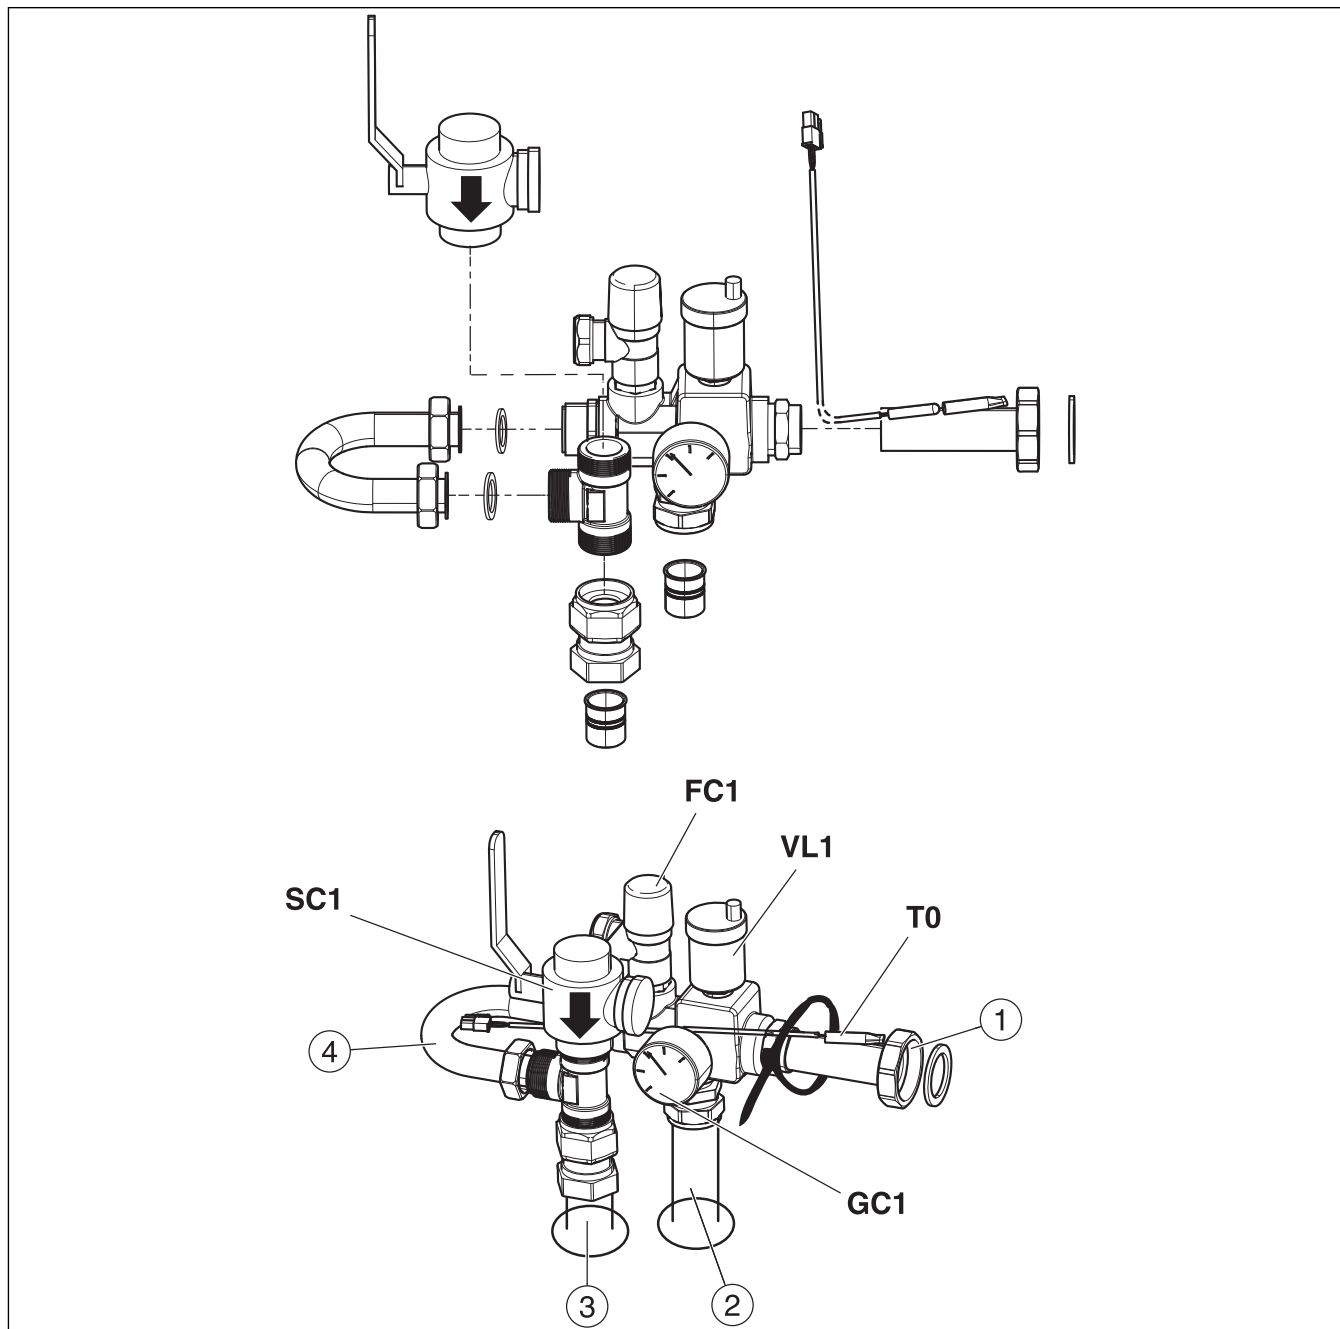

Рис. 8 Смонтированная группа безопасности, с байпасом
- ▶ Сначала установите фильтр ([SC1], рис. 8) на тройник.
- ▶ Смонтируйте остальные компоненты, но не затягивайте до конца резьбовые соединения на байпасе ([4], рис. 8).
- ▶ Установите датчик температуры подающей линии в погружную гильзу на трубе ([T0], рис. 8) и закрепите кабельной стяжкой.
▶ Затяните резьбовые соединения на байпасе ([4], рис. 8).